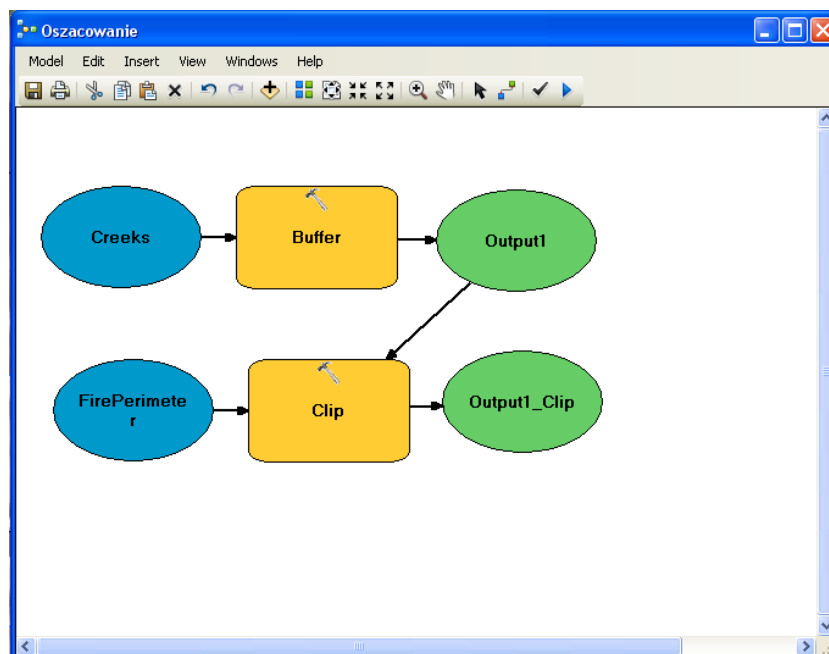

Fig. 13. Okno modelu z dodanym procesem Clip i uzupełnionymi parametrami
- 7.8. Jeśli nie możesz zobaczyć całego modelu w oknie, kliknij przycisk *Pełny Zakres*  (Fig. 13).